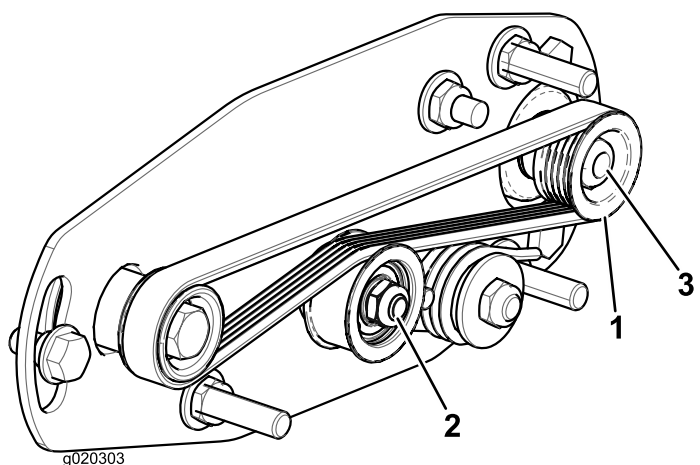
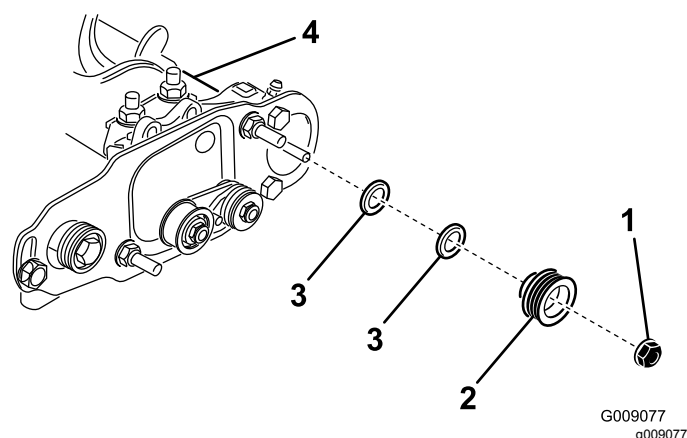

Figura 33
Figura 34
1. La puleggia condotta (all'albero della spazzola per rullo) può spostarsi in dentro o in fuori (Figura 33).
2. Mentre fate ruotare il cilindro, che farà ruotare la puleggia motrice, forzate la cinghia dalla puleggia motrice (Figura 33).
3. Togliete il dado di bloccaggio che fissa la puleggia condotta all'albero della spazzola (Figura 33 o Figura 34).
4. Rimuovete la puleggia condotta dall'albero (Figura 34).
Nota: Se occorre spostare in fuori la puleggia, aggiungete un distanziale dello spessore di 0,8 mm (Figura 34). Se occorre spostare la puleggia verso l'interno, togliete il distanziale dello spessore di 0,8 mm.